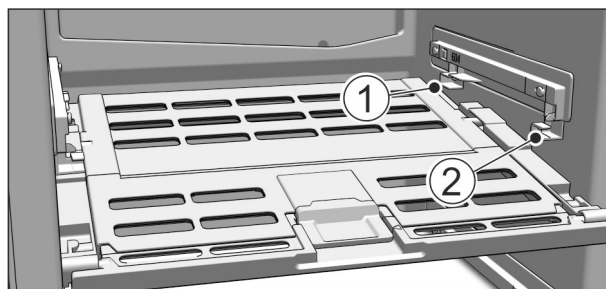

Fig. 75
- ▶ Deckel Fruit & Vegetable-Safe einsetzen: Deckelstege von unten in die hintere Halterung Fig. 75 (1) einführen und vorne in die Halterung Fig. 75 (2) einrasten.